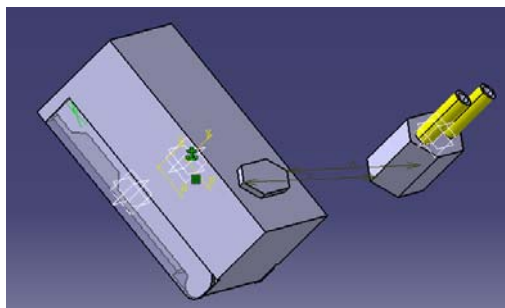

图 5-11
(2) 按同样的方法装配 Part 1 如图 5-11 (点击  选择相互接触的对点, 距离设为 0mm, 点击 )